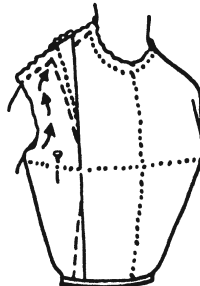

Рис. 24
- Если полотно провисает, распорите край плеча и вытачку на груди, затем подгоните излишек полотна вверх, приглаживая рукой, от боковой стороны груди к плечу. Старайтесь не растягивать полотно. Посмотрите на рис. 24: стрелки показывают направление перемещения полотна.
- Расправьте полотно, чтобы оно хорошо прилегало по всей окружности проймы, и сделайте вытачку на новую глубину (на рис. 24 крупный пунктир показывает направление булавок по вытачке, а мелкий пунктир обозначает предыдущую вытачку; на мини-манекене должно получиться углубление примерно на 2 см, отмеряя мини-сантиметром).